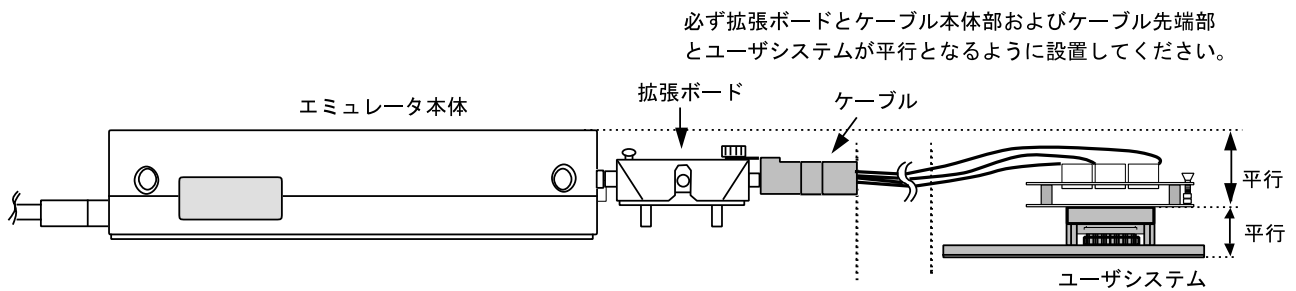

図10 設置例
- (1) ユーザシステムへの接続時には1ピン位置に十分注意して、誤接続は絶対にしないでください。
- (2) 本ユーザシステムインタフェースケーブルを使用する場合の推奨マウントパット寸法は、MCU 実装用マウントパット寸法とは異なりますので注意してください。
- (3) ケーブル本体部が断線する可能性がありますので、本ユーザシステムインタフェースケーブルの上に重いものや金属等の角の尖ったものを置かないでください。
- (4) ユーザシステムに接続した状態では、ユーザシステムインタフェースケーブル、特にケーブル先端部に無理な力が加わらないように注意する必要があります。図10の設置例を参照してご使用ください。